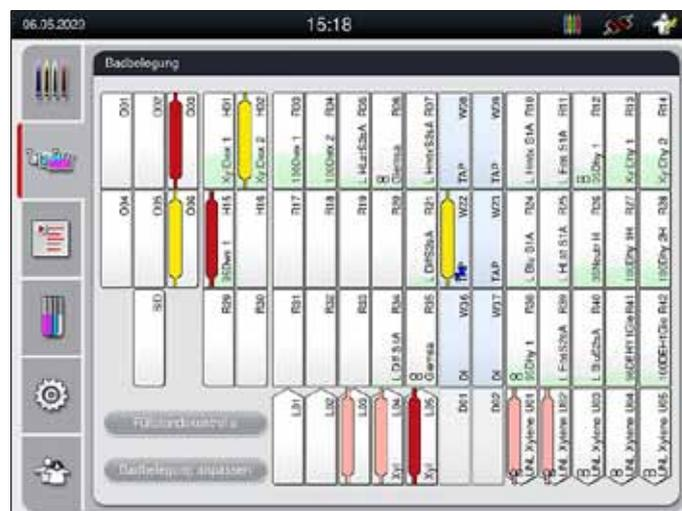

Abb. 85
- Die erkannte Farbe des Bügels und die zugewiesene Programmabkürzung werden in der Badbelegung an der jeweiligen Station angezeigt (→ "Abb. 85").
- Badbelegung mit Stationsdetails (→ "Abb. 85").
- In der Prozessstatusanzeige ist die Verfügbarkeit und ausgewählte Anzahl unterschiedlicher Ausgabestationen für den Benutzer nicht sichtbar. Es empfiehlt sich, bei Verwendung unterschiedlicher Reagenzien in den Ausgabestationen das Menü Badbelegung zur Prozessüberwachung zu verwenden (→ "Abb. 85"), um frühzeitig reagieren zu können, wenn die maximale Ausgabekapazität erreicht wird.